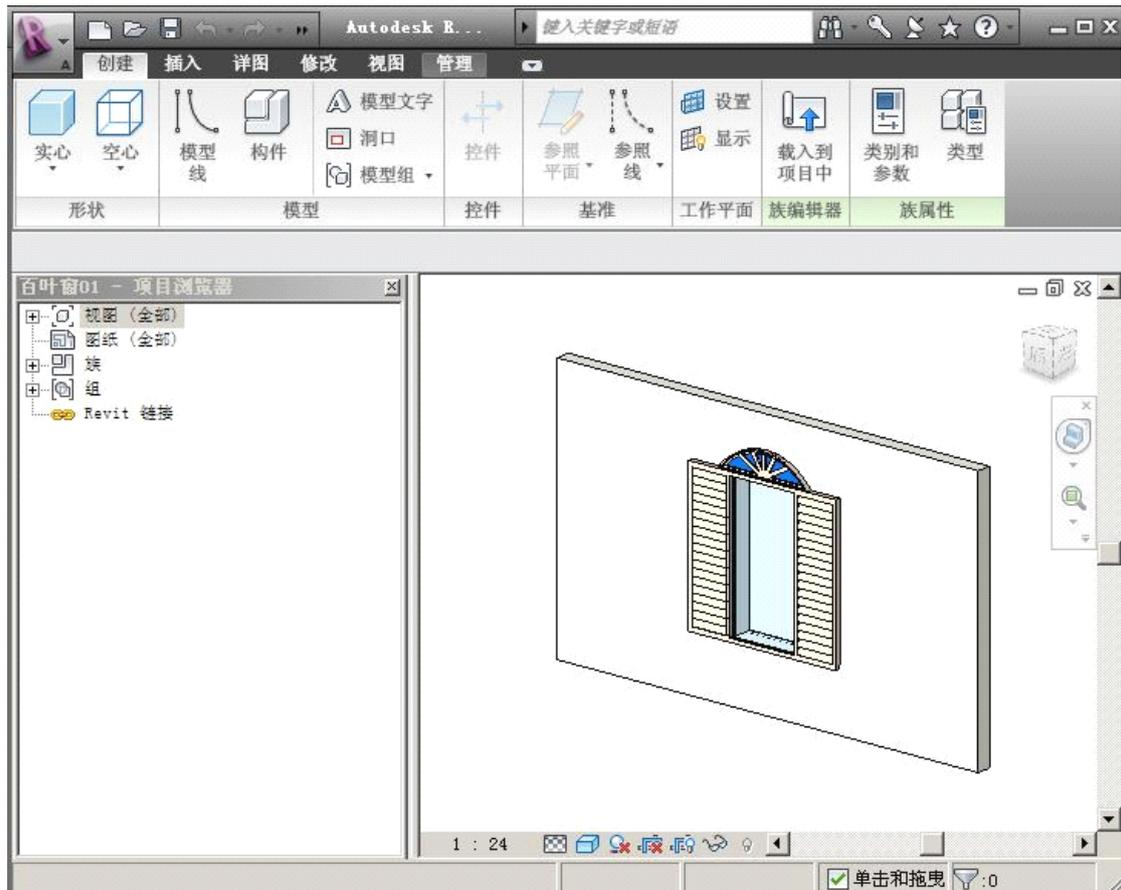

图 18.4-1
1)、打开或创建新的族 (.rfa) 文件（如图 18.4-1 所示）。